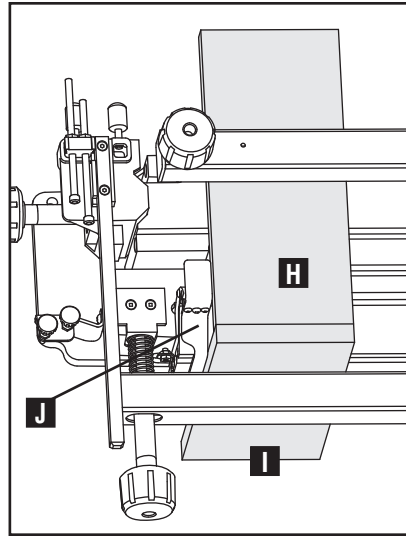
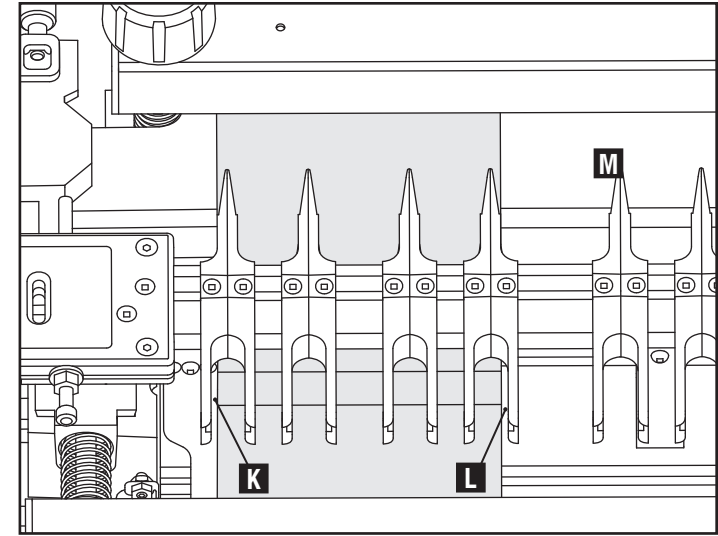

Fig. D6
Fig. D7
6. Tirez vers l'avant le morceau à l'horizontale (H), Fig. D6, contre le dos du hayon vertical (I), comme indiqué dans Fig. D6.
7. Assurez-vous que les deux planches sont alignées à égalité contre le guide gauche décentré (J)
8. Positionnez les doigts en utilisant le tournevis à tête carré fourni. Une ouverture de 3,18 mm (1/8 po) est recommandée entre la planche à la verticale et les doigts, comme indiqué en (K) et (L) dans Fig. D7. Ceci aidera à maintenir l'espacement approprié aux coins.
REMARQUE : avant de faire la coupe, placez au moins un jeu de doigts (M), Fig. D7, de 25,40 à 50,80 mm (1 à 2 po) éloignés de la droite de la planche à la verticale pour la stabilité de la toupie.